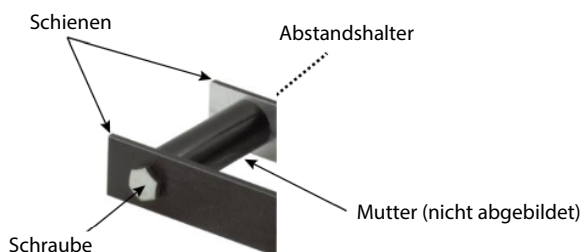

Abbildung 9: Schienen an Abstandshaltern befestigen
2. Positionieren Sie an jedem Ende einen Abstandshalter zwischen den Schienen. Siehe *Abbildung 9*.